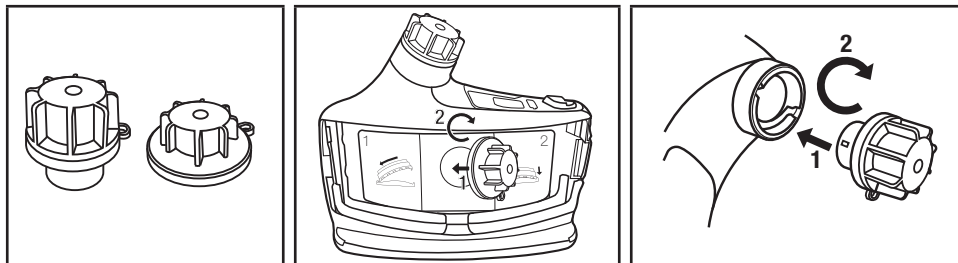

Fig. 15 – Fixando as capas de limpeza e de armazenamento do motorizado
- Se for necessária uma limpeza adicional, remova o filtro/cartucho e a traqueia. Para minimizar a queda de material no motorizado, retire a traqueia (Fig. 11) e o filtro/cartucho (Fig. 6) enquanto ele estiver virado para baixo. Remova a bateria. Conecte os plugues de limpeza na entrada e saída de ar (Kit de Limpeza e Armazenamento TR-653 da 3M™) no TR-800 (consulte a Fig. 15). O TR-800 pode agora ser enxaguado com água corrente, imerso, ou colocado em uma anilha respiratória para limpeza adicional. A temperatura da água não deve exceder 122°F (50°C). As vedações dos pinos devem ser inspecionados quanto a danos e desgaste antes de cada utilização. As juntas gastas ou danificadas devem ser substituídas. Lavar o TR-800 ao utilizar vedações danificadas pode danificar o TR-800 e anular a garantia. Os motorizados que foram soltos (sopradores) ou danificados não devem ser imersos ou colocados em um lavador de respirador devido a potencial entrada de água. As vedações devem ser substituídas a cada 30 utilizações ou anualmente, o que ocorrer primeiro, para minimizar o uso de vedações desgastadas.